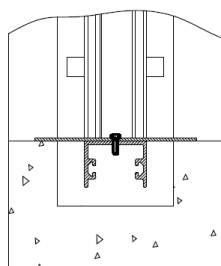

Figura 3
- Nivelar la compuerta verticalmente, asegurarse de que la solera del bastidor está perfectamente alineada con la solera del canal. El bastidor incluye dos orificios roscados que deben utilizarse para fijar los soportes de alineación vertical (ver Figura 3) Nota: los soportes no se suministran, a menos que se especifique lo contrario (se necesitan dos placas de metal o de madera)
- Nivelar la compuerta horizontalmente y asegurarse de que la guía del bastidor está alineada con la pared lateral del canal. Asimismo, asegurarse de que la compuerta es perpendicular a las paredes laterales del canal (ver Figura 3). Para los bastidores de aluminio, utilizar cuñas de madera para centrar la compuerta en el hueco. Como opción, los bastidores de acero inoxidable incluyen "manguitos de nivelación lateral". En ese caso, ajuste los tornillos hexagonales para centrar el bastidor